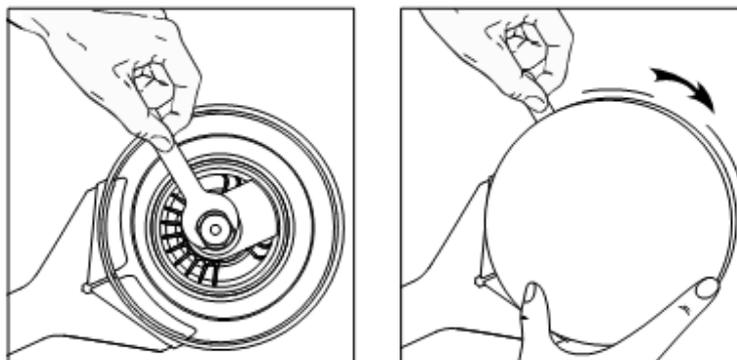

Рисунок 5
2. Чтобы снять рабочую поверхность, вставьте плоский ключ между ней и кожухом. Зафиксируйте шпиндель ключом и открутите рабочую поверхность; смотрите рисунок 5.